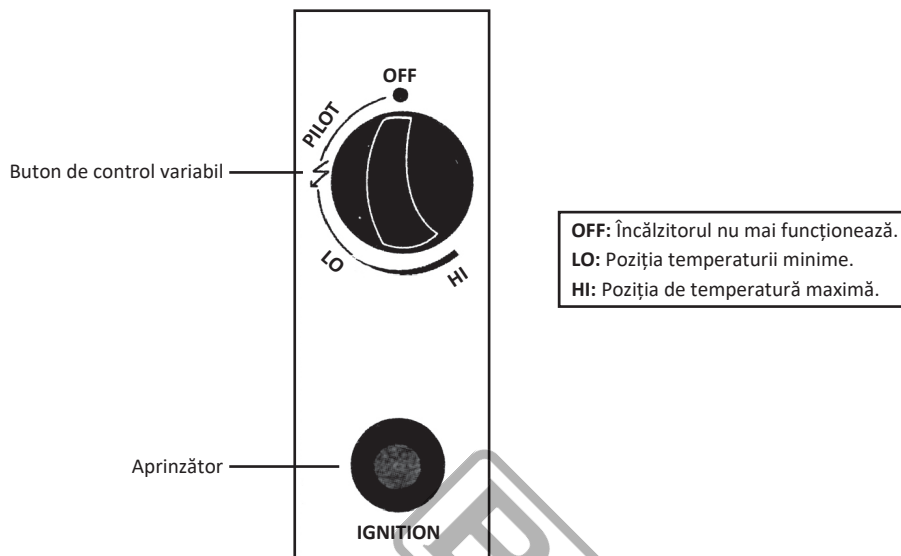

Fig. 16
**Pentru a opri încălzitorul (Fig. 16)**